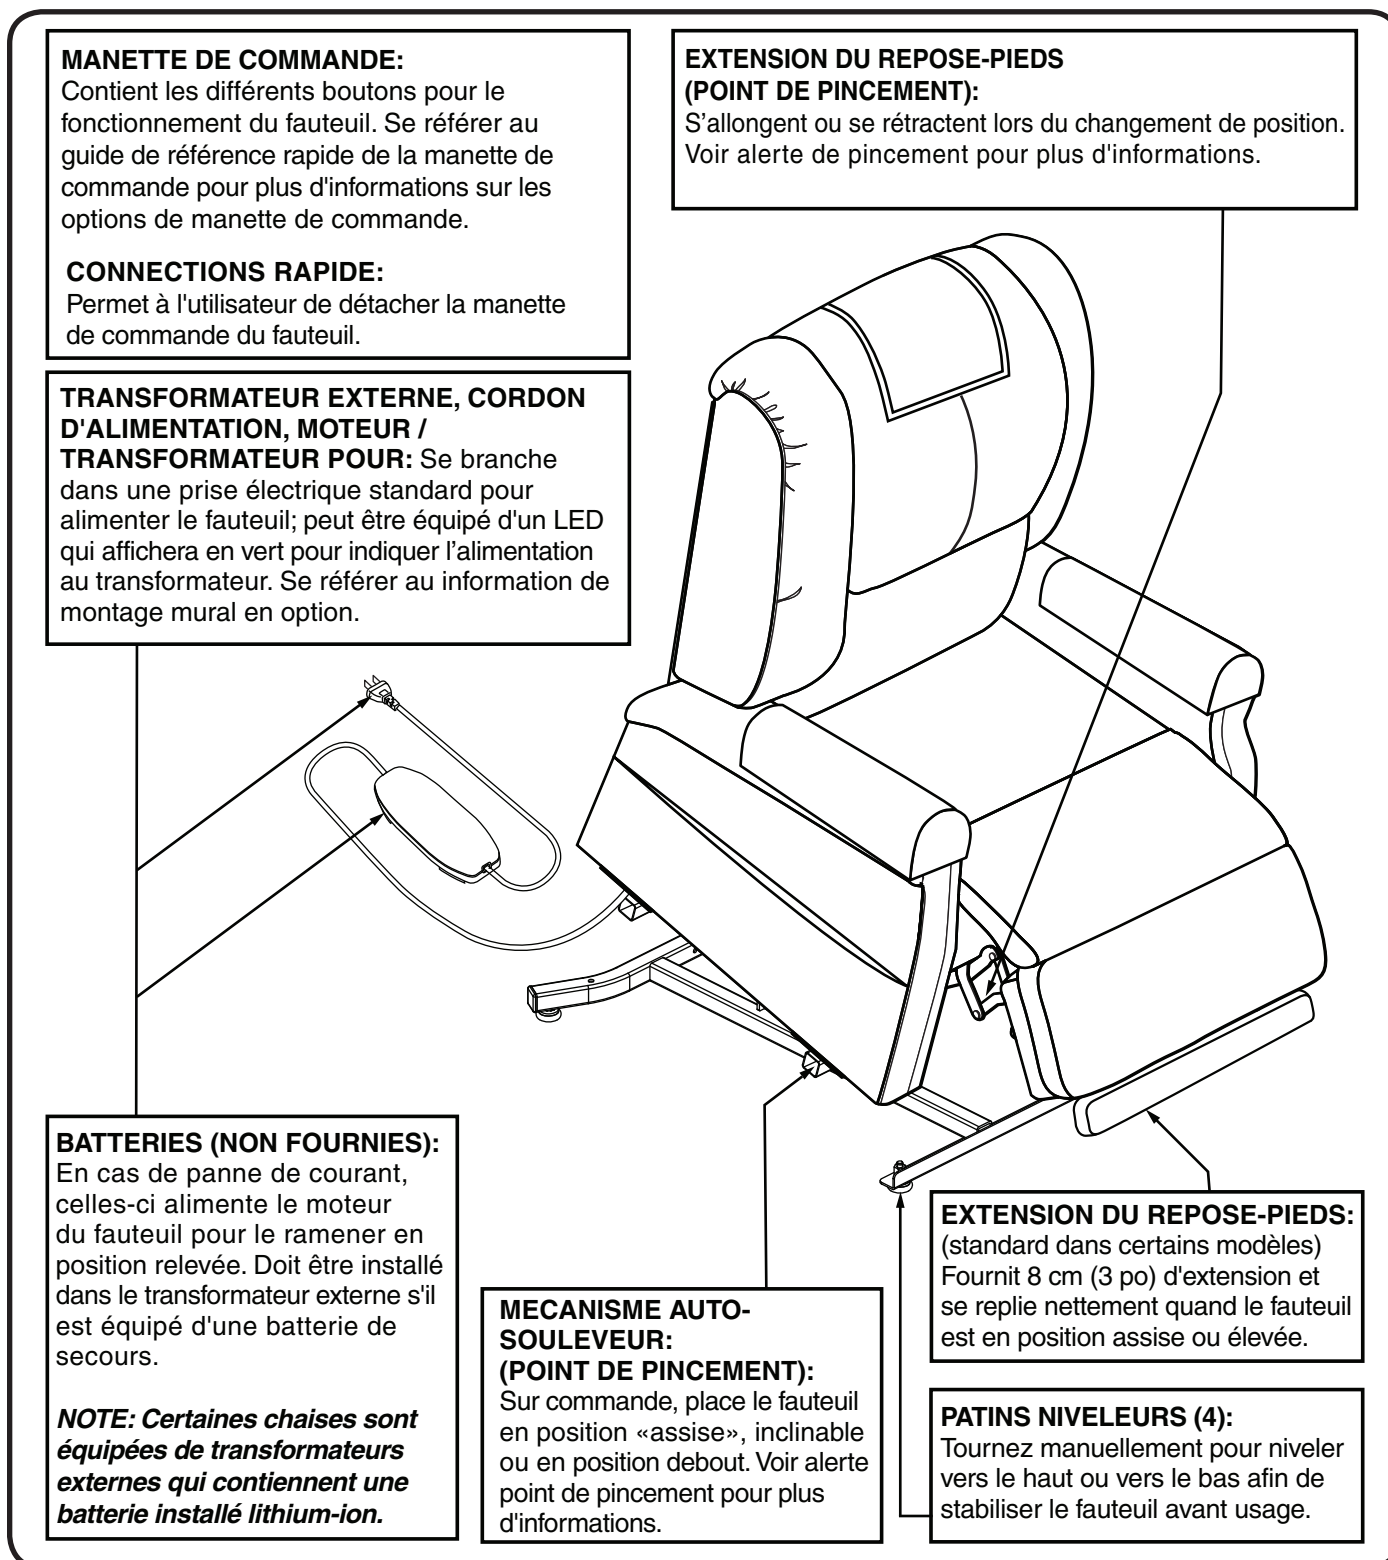

Figure 3.1 Composantes du fauteuil
Le mécanisme en ciseaux et de soulèvement possède des labels aux endroits où on peut pincer/écraser ses doigts sous le fauteuil. Gardez vos mains loin de ces endroits et assurez-vous qu'il n'y ait pas d'objet dans la trajectoire du mécanisme. Voir la **figure 3.1** pour localiser les endroits à éviter.
Les fauteuils sont équipés de plusieurs cadres et composants électriques. Généralement, les composants du châssis (ou de la carrosserie) comprennent un dossier amovible *, une chaise longue *, un siège, un repose-pieds, des niveleurs de jambes, un châssis élévateur et des mécanismes à ciseaux. Les composants comprennent le transformateur externe avec les câbles de connexion, le moteur, de la commande manuelle et les piles‡ (non inclus). Reportez-vous à la **figure 3.1** et notez que les illustrations et les options énumérées peuvent ne pas refléter le type de fauteuil que vous possédez.
2. Réglez les patins niveleurs pour stabiliser le fauteuil (fig. 3.1).